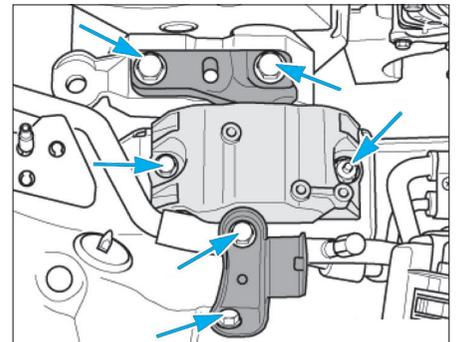

Fig. 17
- Déposer le support moteur droit, après avoir repéré la position de ses vis de fixation (Fig.17).